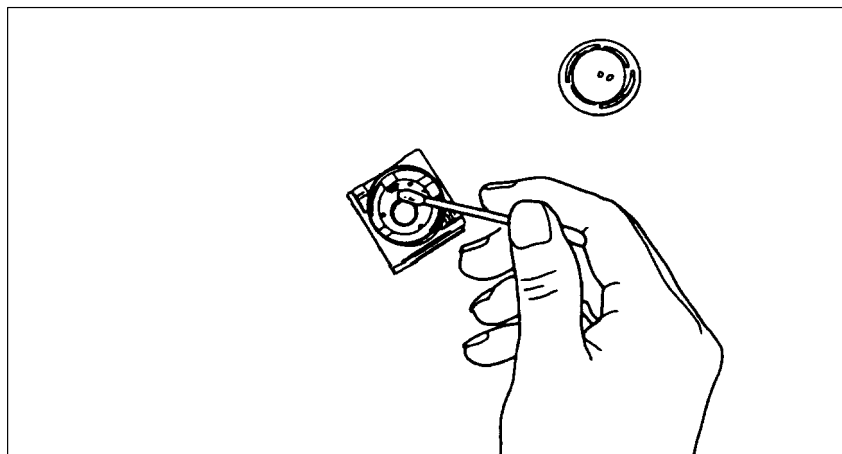

Bild 2-15 Reinigung des Kugelgehäuses
5. Reinigen Sie das Kugelgehäuse (Bild 2-15).